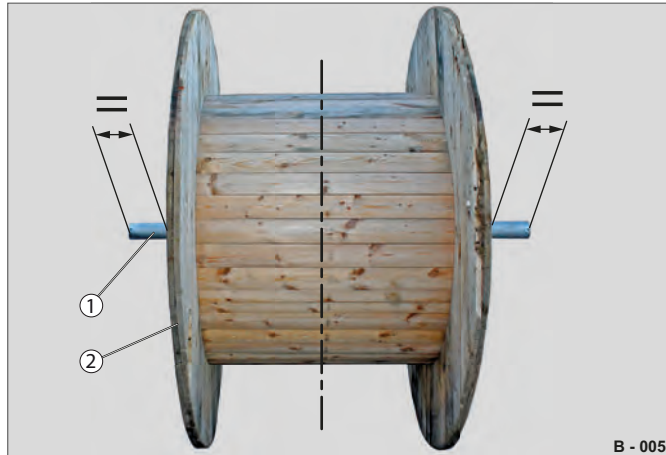

Abb. 7 Position ausgleichen
► Positionieren Sie die Transportwelle (Abb. 7/1) ausgemittelt in der Kabeltrommel (Abb. 7/2).